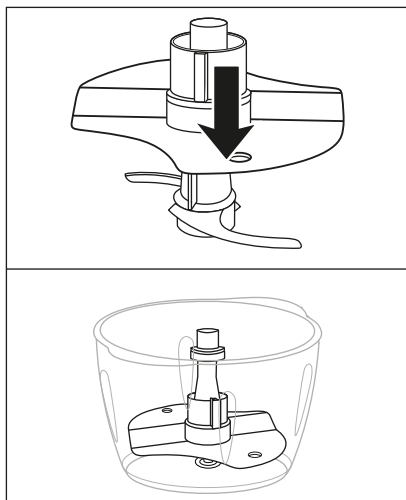

Fig. 1
- 1) Așezați vasul ⑨ peinel antialunecare ⑪.
- 2) Împingeți discul de emulsifiere ⑫ pe suportul de cuțit ⑦:
- Pentru a bate 200–400 ml de frișcă introduceți discul de emulsifiere ⑫ pe suportul de cuțit ⑦, astfel încât discul de emulsifiere ⑫ să se sprijine pe ambele părți ale cuțitului ⑧ și să se fixeze (fig. 1):